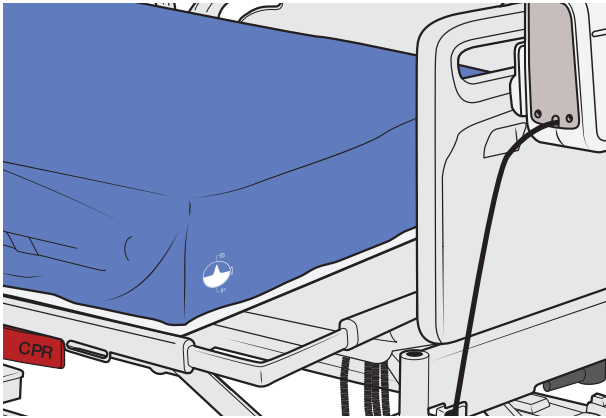

図 34
11. ボルスターがベッドの両側の延長部分に配置されていることを確認してください。(Auralis Plus マットレスのみ。) 図 34 を参照してください。